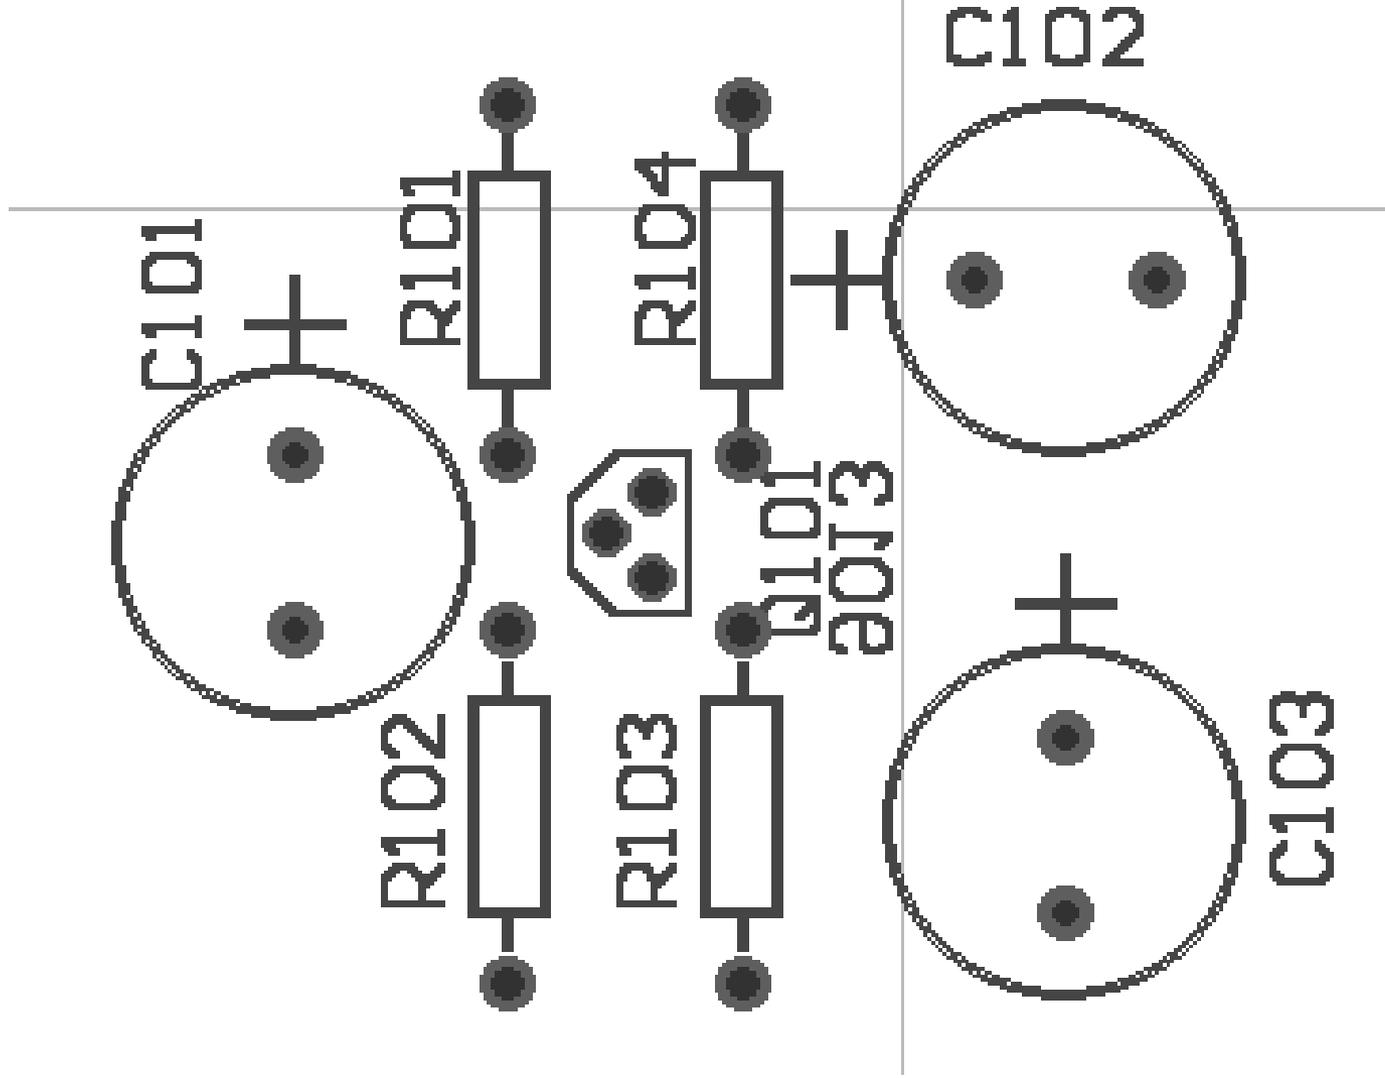

图5-16 调整元件位置后
(1) 为了方便自动插件操作，除个别特殊元件外，元件沿水平或垂直方向排列，且所有元件（至少是同类元件）在板上排列方向要一致，即所有电阻、IC芯片等必须横排或竖排。
(2) 印制电路板上的元件，尽可能呈“井”字形排列，即垂直排列的元件，尽可能靠左或右对齐；水平排列的元件，必须靠上或下对齐。这样不仅美观，连线长度也短。
(3) 布线或连线前，所有引脚焊盘必须位于栅格点上，使连线与焊盘之间的夹角为 $135^\circ$  或 $180^\circ$ ，以保证连线与元件引脚焊盘连接处的电阻最小。调整结果如图5-16所示。